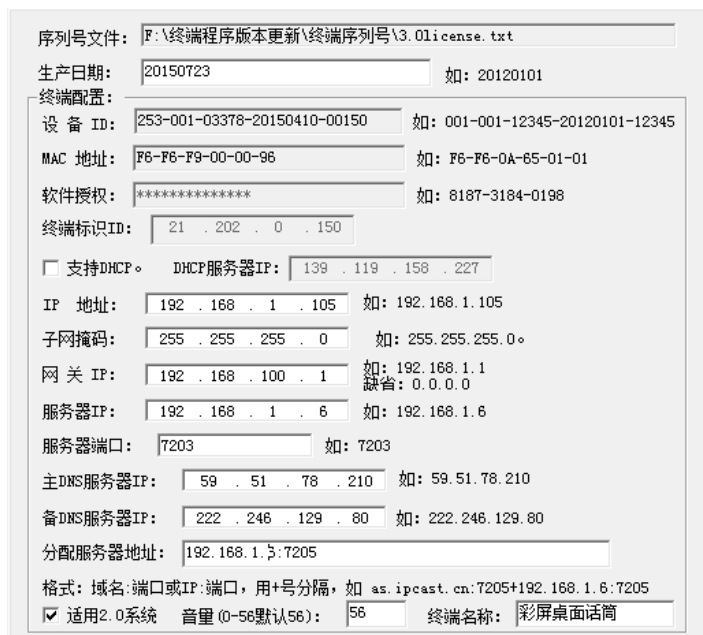

图3.6 终端配置信息
- 5) 在设备列表中找到需要进行配置的终端，双击对应终端返回配置界面，界面上的配置信息为对应终端的配置信息（如图3.6所示）。